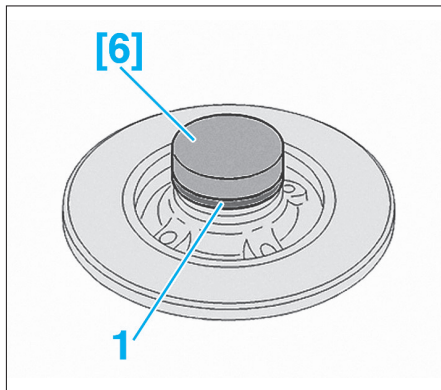

FIG. 56
- A l'aide de l'outil [6], mettre en place la cible d'antiblocage (Fig.56).